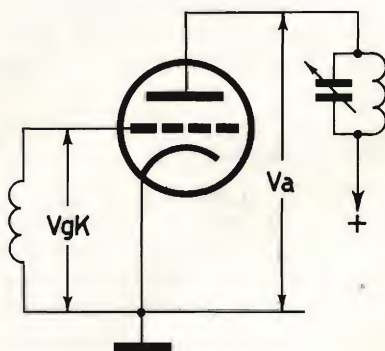

Fig. 2
1) L'impedenza di ingresso di un circuito che impieghi un triodo montato come in fig. 2, è molto più elevata di quella ottenibile col circuito precedentemente descritto; infatti, per la PCC 84, essa ammonta a 4000 Ω . Ciò significa che, per realizzare l'adattamento tra l'antenna e l'ingresso del triodo, si dovrà impiegare un trasformatore in salita, cioè con un rapporto di trasformazione superiore all'unità.